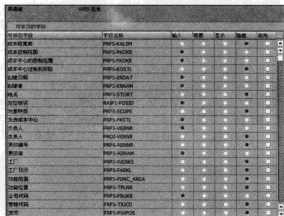

图 9-25 “WBS 元素屏幕字段选择”界面
STEP 3 在“选择活动”对话框中双击“字段选择: WBS 元素”选项,进入“WBS 元素屏幕字段选择”界面,如图 9-25 所示,从中可以进行具体的设置。